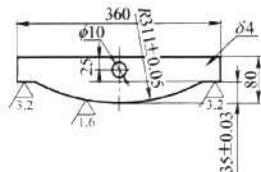
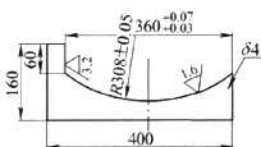

图5 凸球面样板
图6 凹球面样板
(3) 车球面板的准备 由于成形面加工尺寸很难直接检查和测量, 一般都要用样板作为辅助工具。球面样板作为加工检查与测量的工具, 要求其精度要高于工件本身的加工要求。为此, 需根据以往在生产中的经验和零件的加工要求, 进行凸、凹球面加工用样板设计与制作。样板的具体结构形式和精度要求如图 5、图 6 所示。这里将样板公差值取零件公差的 1/2, 将测量基准面尺寸给出配合公差且要求基准面表面粗糙度值 $R_a = 3.2 \mu\text{m}$ 。